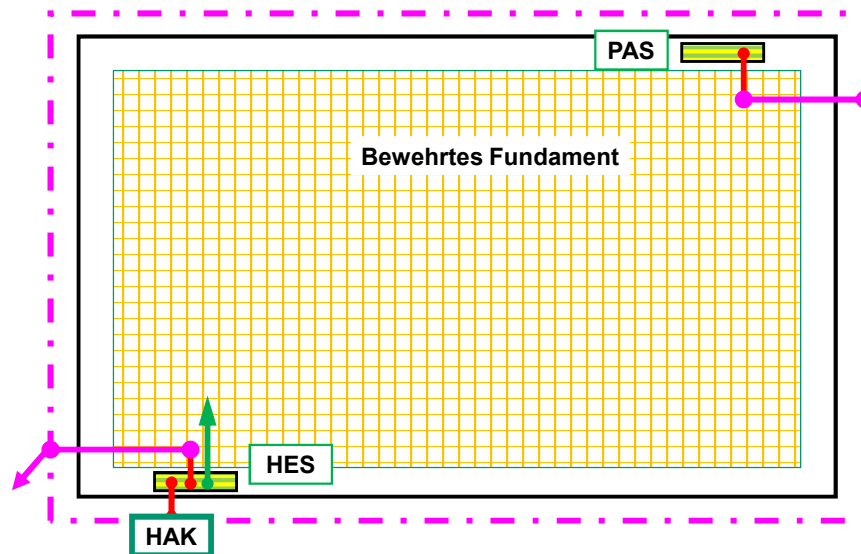

Bild 4: Prinzipdarstellung für eine Erdungsanlage mit Ringerder ohne kombiniertes Schutzpotentialausgleich- und Funktionspotentialausgleichssystem
**Bild 4** und Bild 5 zeigen Beispiele von Erdungsanlagen ohne ein kombiniertes Schutzpotentialausgleich und Funktionspotentialausgleichssystem.